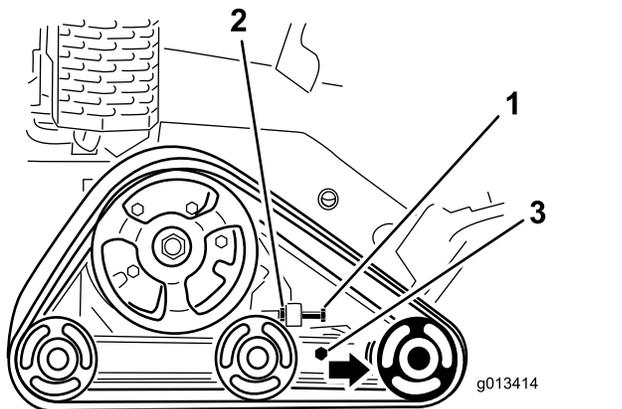

図 43
3. クローラのテンションボルトとテンションアームのクランプボルトのジャムナットをゆるめる 図 43。
4. テンションボルトを 32.5-40 N·m 3.3-4.2 kg·m = 24-30 ft·lb にトルク締めする 図 43。
4. テンションボルトとジャムナットをゆるめる 図 43。
5. クランプボルトをゆるめる 図 43。